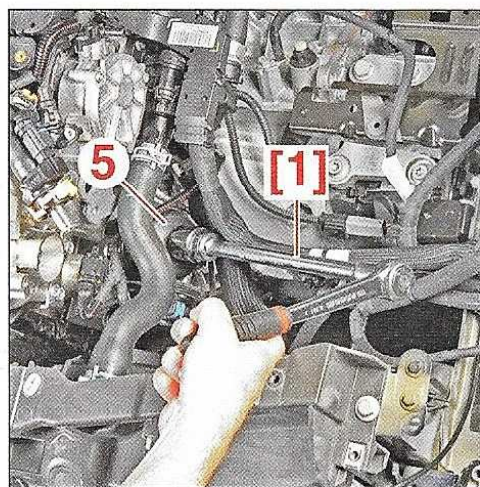

FIG.3
- A l'aide d'une douille de 24 mm équipée d'une rallonge [1], desserrer le couvercle (5) (prévoir un écoulement d'huile) (Fig.3).